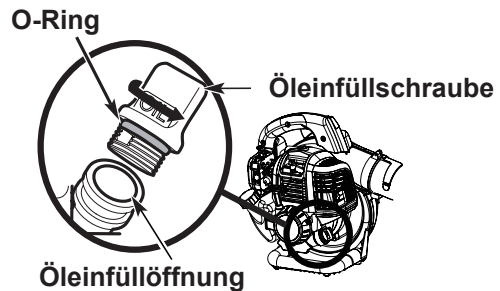

Abb. 4
2. Schrauben Sie den Öleinfüllstopfen ab (Abb. 4).
3. Gießen Sie den gesamten Behälter Öl in die Öleinfüllöffnung (Abb. 4).
Hinweis: Stellen Sie sicher, dass der O-Ring auf dem Öleinfüllstopfen sitzt (Abb. 4).